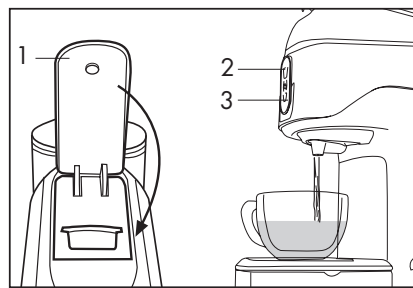

Fig. 8
**Prima di inserire la capsula alzare lentamente e completamente la leva di comando (1) posta sulla parte superiore della macchina allo scopo di espellere la cartuccia esausta. Per una corretta igiene e per mantenere alta la qualità del prodotto è consigliabile espellere la capsula subito dopo l'erogazione.**
- Richiudere completamente la leva (1), premere un simbolo erogazione (2-3) a seconda del modello ed in base ai propri gusti premendolo nuovamente per arrestare l'erogazione quando si è raggiunta la quantità desiderata di caffè o bevanda (Fig. 8). In caso di difficoltà di chiusura, riaprire completamente la leva e richiudere.
- Per preparare un caffè lungo (tipo Americano) premere il simbolo di erogazione (3) e dopo aver preparato il caffè espresso ed espulso la capsula esausta, erogare la quantità di acqua calda desiderata.
- Per estrarre la capsula alzare lentamente la leva (1). Se la capsula non viene espulsa ripetere l'operazione o premere il simbolo erogazione (2) e contemporaneamente alzare la leva (1).